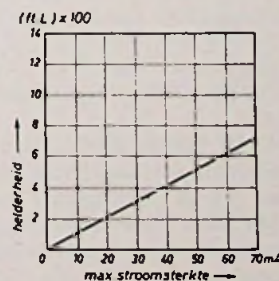

Fig. 4.
2. Voor het iets „zwaardere” werk komen we terecht bij de MV10B en C. Deze dioden geven helder, rood licht en zijn eveneens voorzien van een TO-18 behuizing. De lens van de MV10C is zodanig uitgevoerd, dat hier sprake is van diffuus rood licht. De lichtopbrengst is groter dan bij de voorgaande typen, (fig. 4).